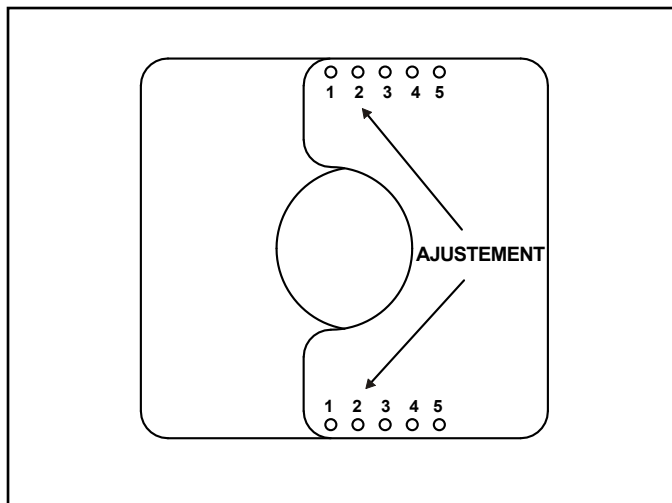

Figure 4.11 Positionner le réducteur d'échappement
3. Le réglage pour MEZZO36, MEZZO48, MEZZO60 et MEZZO72 est 2-2. Alignez les trous marqués « 2 » de la pièce numérotée du réducteur d'échappement avec le trou de l'autre morceau du réducteur. Voir la figure 4.11. Alignez les pièces du réducteur d'échappement de manière à ce que les trous de guidage à l'intérieur de la chambre de la boîte à feu. Utilisez deux vis autotaraudeuses de 1/2 po pour fixer le réducteur de conduit à l'écran thermique de la boîte à feu.
2. Le réglage pour MEZZO36ST, MEZZO48ST, MEZZO60ST et MEZZO72ST est un ajustement de 64 mm (2,5 po), ou 2-2. Alignez les trous marqués « 2 » de la pièce numérotée du réducteur d'échappement avec le trou de l'autre morceau du réducteur. Voir la figure 4.11. Centrez le réducteur d'échappement sur le conduit d'évacuation et fixez en place avec deux vis autotaraudeuses de 1/2 po.